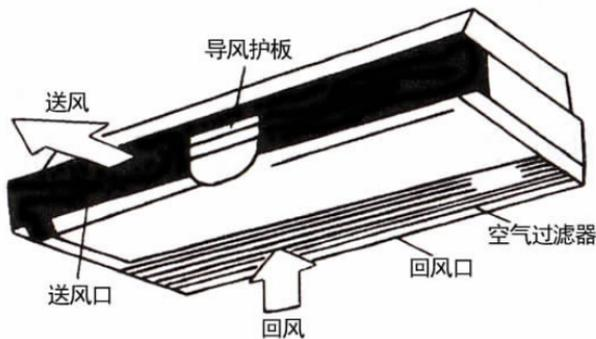

图 2 吊顶式空调
(2) 吊顶式空调。创新的空调设计意念，室内机吊装在天花板上，四面送风，调温迅速，不会影响室内装修，如图 2 所示。